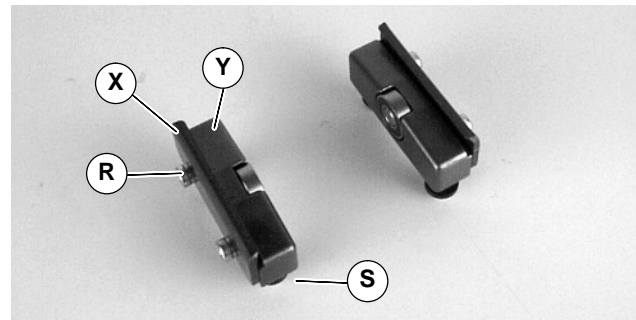

Figure 13
1. Bauteile zusammentragen (Abbildung 13).